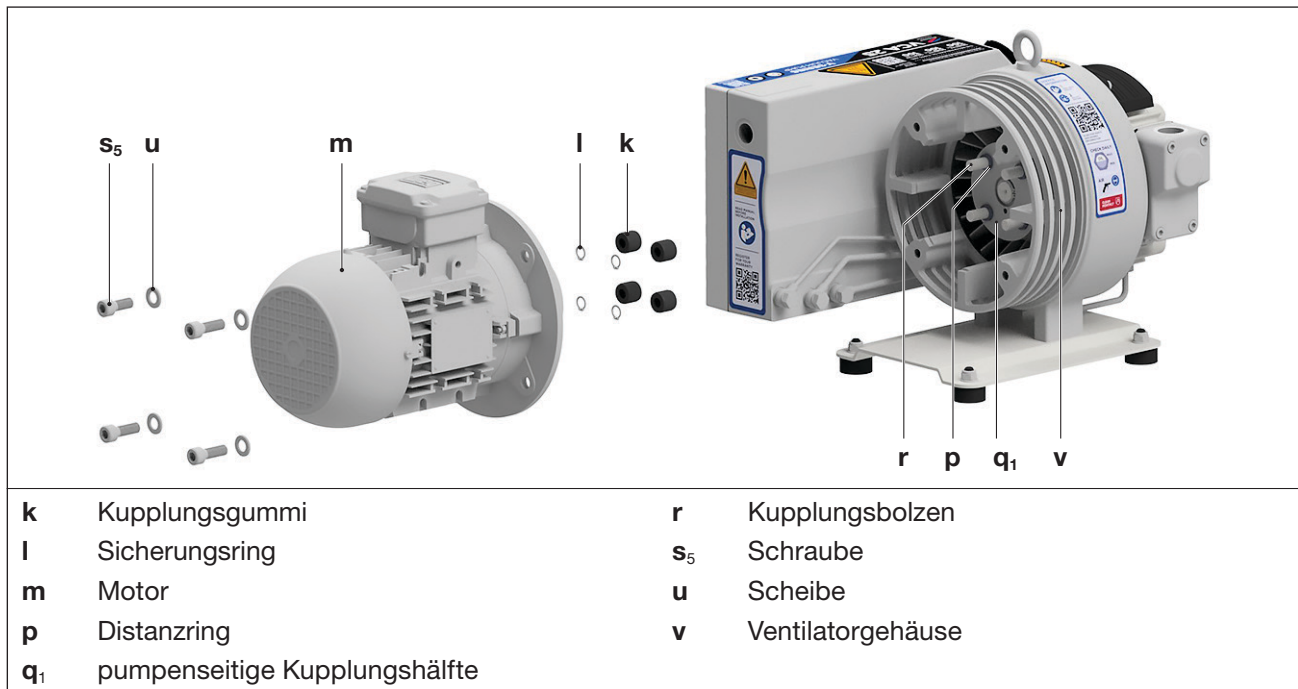

Abb. 9 Kupplung
- Die Schrauben (Abb. 9/s₅) am Motorflansch (Abb. 9/n) lösen.
- Motor (Abb. 9/m) mit motorseitiger Kupplungshälfte vom Ventilatorgehäuse (Abb. 9/v) axial abziehen.
- e) Kupplungsgummis (Abb. 9/k) auf Beschädigung und Verschleiß prüfen und gegebenenfalls tauschen. Dazu die Sicherungsringe (Abb. 9/l) und die verschlissenen Kupplungsgummis (Abb. 9/k) von den Kupplungsbolzen (Abb. 9/r) abziehen und neue Kupplungsgummis mit den Sicherungsringen auf die Kupplungsbolzen aufstecken. Dabei die Distanzringe (Abb. 9/p) an den Kupplungsbolzen belassen.
- f) Motor mit motorseitige Kupplungshälfte wieder axial aufstecken und mit den Schrauben (Abb. 9/s₅) am Ventilatorgehäuse (Abb. 9/v) befestigen. Anzugsmoment: 50 Nm